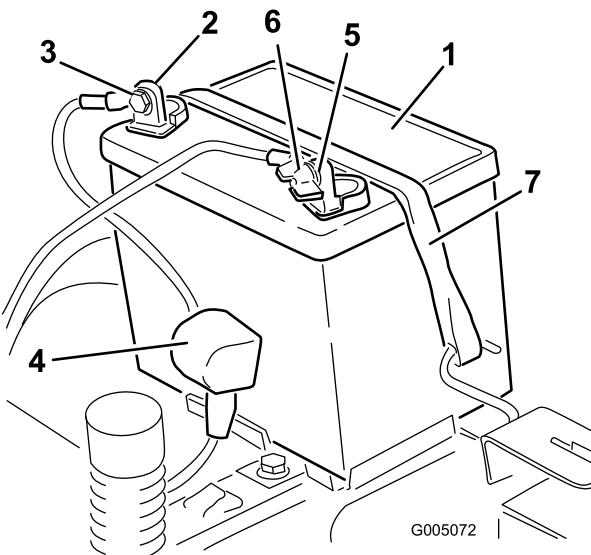

Figura 39
5. Deslice hacia arriba la cubierta de goma del cable positivo (rojo). Desconecte el cable positivo (rojo) del borne de la batería (Figura 39). Guarde todos los herrajes.
6. Retire la correa de sujeción de la batería (Figura 39) y levante la batería para retirarla de su bandeja.
4. Desconecte el cable negativo de tierra (negro) del borne de la batería (Figura 39). Guarde todos los herrajes.
- Coloque la batería en la bandeja (Figura 39).
- Fije la batería con la correa de sujeción (Figura 39).